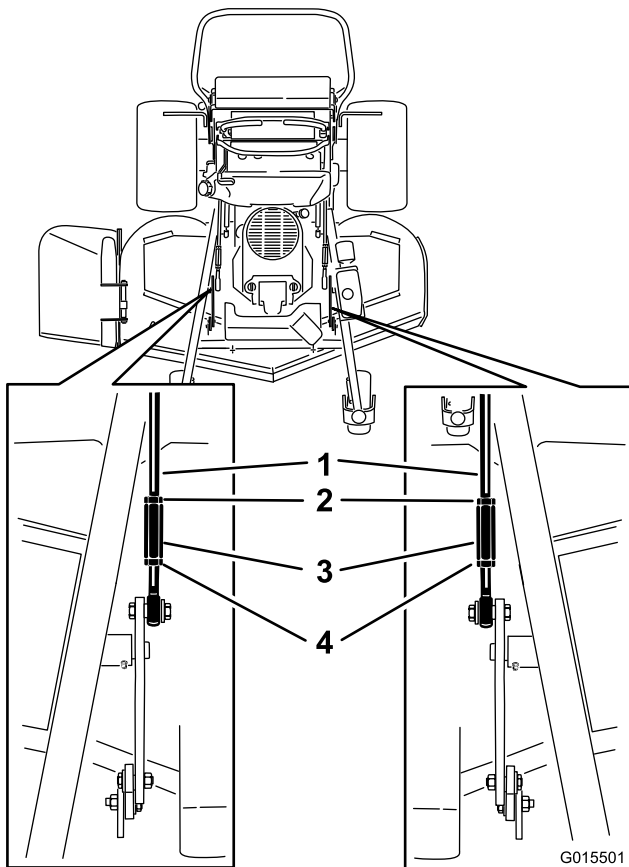

Figura 96
4. Para carcasas de corte de 152 cm (60 pulgadas), afloje las tuercas delanteras y traseras y los acoplamientos de elevación de las varillas de ajuste (Figura 96).
5. Para carcasas de 152 cm (60 pulgadas), apriete los acoplamientos de elevación (Figura 96).